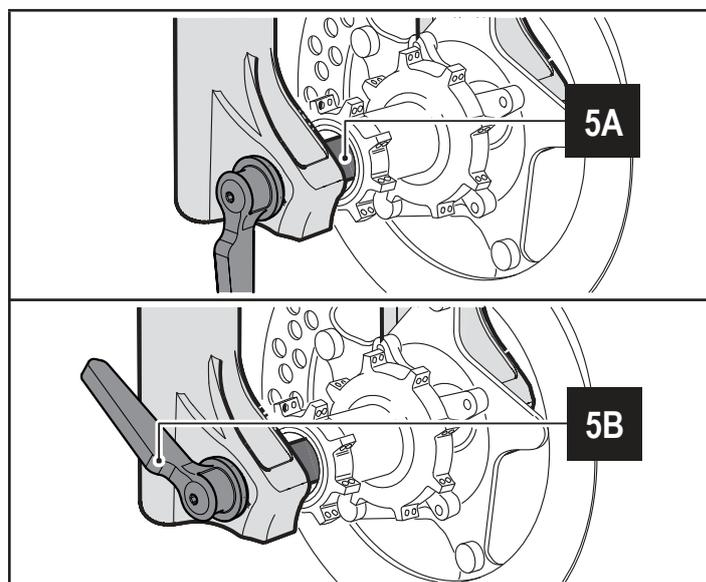

Рисунок 5 – Установка колеса на вилку с использованием эксцентрика
- Установите колесо таким образом, чтобы ось совпала с крепежами вилки (См. **5А Рисунок 5**).
- Вставьте ось с правой стороны сквозь крепеж вилки, втулки колеса и закрепите специальным болтом слева. (См. **5А Рисунок 5**). Затягивайте ось до щелчка (См. **5В Рисунок 5**).